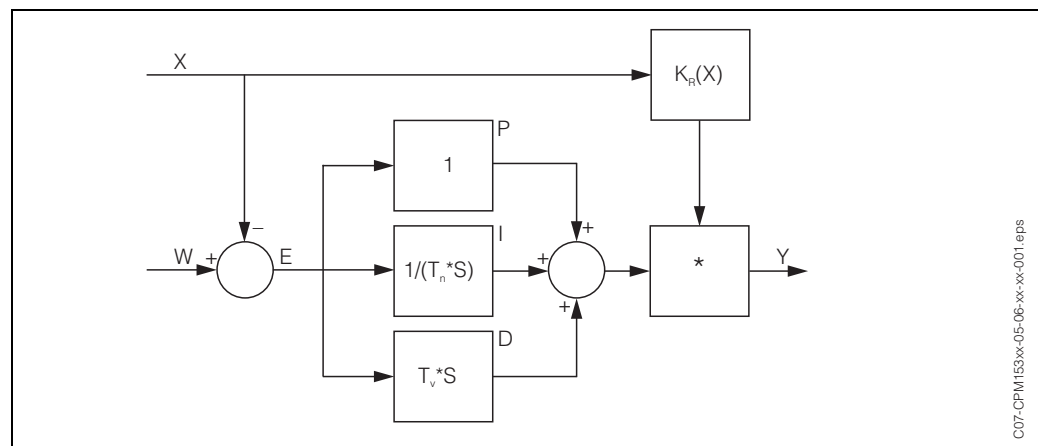

Fig. 26 : Schéma du régulateur CLM153 avec $K_R(X)$ comme gain total
- Le facteur $K_R(X)$ agit comme le gain total (voir fig. 26 ; mis en oeuvre dans le CLM153)